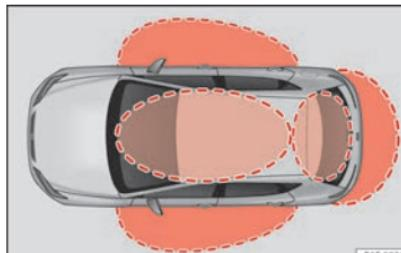

Fig. 135 Système de fermeture et de démarrage sans clé Keyless Access : Zones de proximité.
Keyless Access est un système de fermeture et de démarrage sans clé qui permet de déverrouiller ou de verrouiller le véhicule sans utiliser activement sa clé. Pour ce faire, il suffit d'approcher l'une des clés du véhicule d'une zone de détection correspondant à la tentative d'accès au véhicule »» fig. 135 puis de toucher l'une des surfaces sensibles des poignées de porte »» fig. 136 »» ①.
Si une clé valide se trouve dans une zone de proximité »» **fig. 135**, le système de fermeture et de démarrage sans clé Keyless Access accordera à cette clé les droits d'accès dès que vous toucherez l'une des surfaces sensibles des poignées de porte avant. Voici les différentes fonctions disponibles sans avoir à utiliser activement la clé du véhicule :
Lorsque le véhicule est verrouillé, le hayon arrière se déverrouille automatiquement lorsqu'il est ouvert si une clé valide du véhicule se trouve dans la zone de proximité **»» fig. 135.**